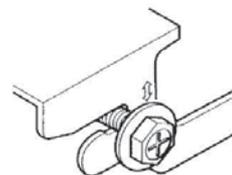

Fig. 7
- e. Sollevare l'unità e farla scorrere in avanti fino nel dentello. (Fare riferimento alla Fig. 7)